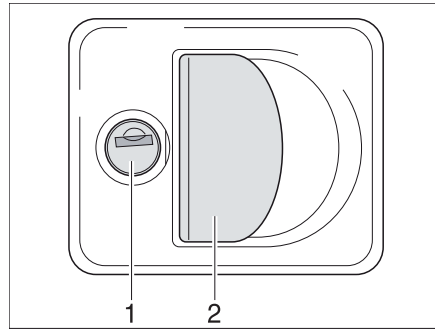

Fig. 30 Serrure du portillon avec poignée
- Insérer la clé dans le barillet (Fig. 30,1) et la tourner d'un quart de tour. La serrure du portillon est déverrouillée.
- Tirer sur la poignée (Fig. 30,2). Le portillon extérieur est ouvert.